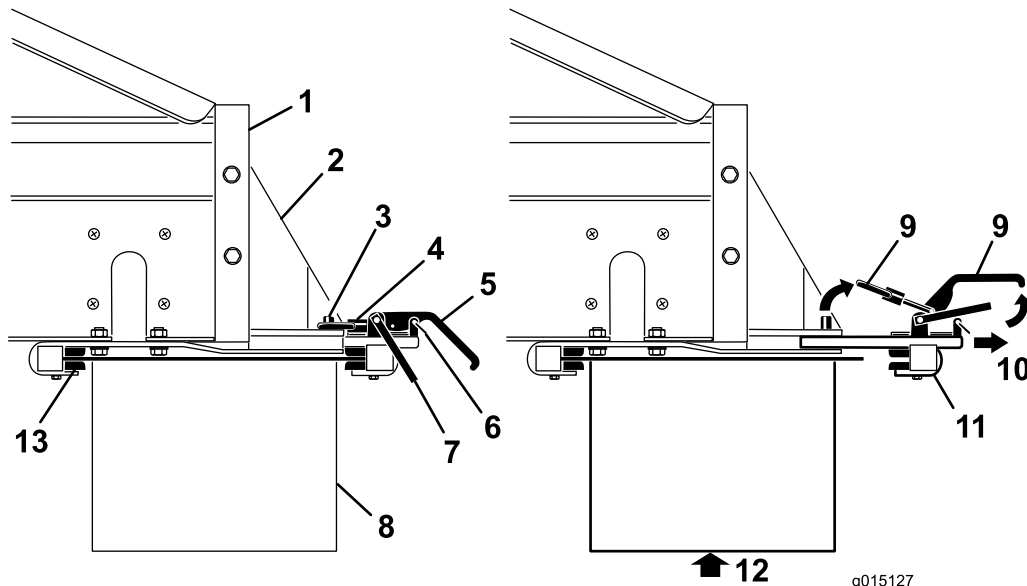

Bild 37
3. Entfernen Sie die Sicherheitsriegelclips von den Klemmgriffen (Bild 37).
4. Heben Sie zuerst den Sicherheitsriegel und dann die Klemmgriffe des Anbaugeräts an und lösen Sie die Arretierungsringe von den Arretierstiften (Bild 37).
5. Schieben Sie die hintere Anbaugerätklemme aus den Schnellbefestigungsschlitzen (Bild 37).
6. Setzen Sie die Vorderkante des Querförderers bzw. Drehzapfens mit Hilfe einer anderen Person auf und unter das Heck des MH-400 in die vorderen Klemmen der Halterungen (Bild 37).
7. Stützen Sie den Querförderer bzw. Drehzapfen ab und schieben dann die hintere Klemme des Anbaugeräts wieder in die Schlitze in den Halterungen und über die hintere Kante (Bild 37).
9. Setzen Sie die Sicherheitsriegelclips wieder auf die Klemmgriffe (Bild 37).